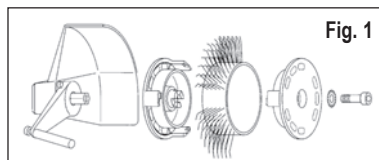
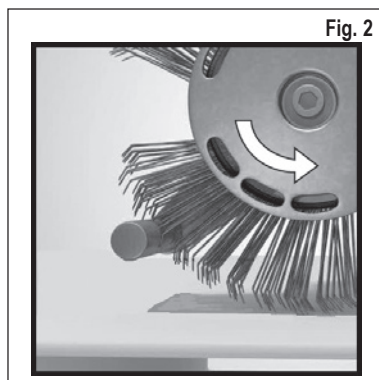

Fig. 1
Fig. 2
3. Se va întrerupe alimentarea cu aer comprimat și se va fixa apoi în modul prescris pe uneltă banda **MBX® Bristle Blaster®** de 23 mm resp. de 11 mm, cu sistemul de prindere corespunzător (atenție la sensul de rotație), cu șurubul și cu șaiba ondulată prevăzute în acest scop. Vezi Fig. 1 și Fig. 2
- Folosiți o bandă **MBX**® în sensul de mișcare eronat? – Orientați banda cu perii în așa fel, încât să funcționeze în direcția regulamentară. (vezi capitolul 7, Punerea în funcțiune, Fig. 2).